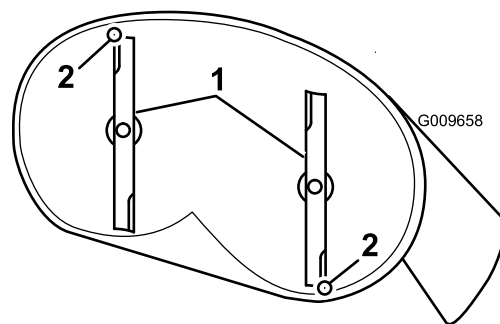
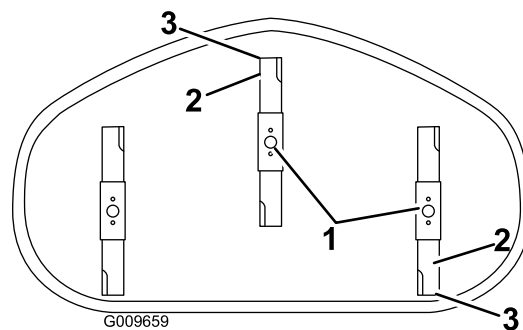

Figura 63
Figura 64
4. Rode cuidadosamente as lâminas para que estejam da frente para trás (Figura 63 e Figura 64).
5. Meça da ponta da lâmina da frente até à superfície plana e da ponta da lâmina de trás até à superfície plana (Figura 63 e Figura 64).
9. Após o ajuste, verifique a inclinação entre a frente e a traseira, continue a ajustar a porca até que a ponta da lâmina frontal esteja 1,6 a 7,9 mm mais baixa que a ponta da lâmina traseira (Figura 63 e Figura 64).